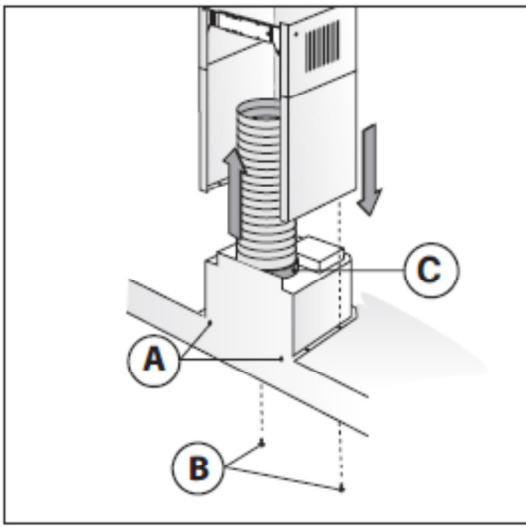

Fig.4
Conseguida a regulagem, fixar a campânula definitivamente mediante os 2 parafusos **A** (Fig.4).
Se o aparelho se destinar a instalação em versão aspirante ou em versão com motor exterior, preparar o furo de evacuação de ar. Regular o comprimento do estribo de apoio da junção superior (Fig.3). Em seguida, fixá-la ao teto de modo a ficar em simetria com a campânula mediante os parafusos **A** (Fig.3) e respeitando a distância ao teto indicada na Fig.2. Ligar, mediante um tubo de união, a junção **C** ao furo de evacuação de ar (Fig.4).
**B** fornecidos (Fig.4), deslizar a junção superior até ao estribo e fixá-la mediante os parafusos **B** (Fig.3). Para transformar a campânula da versão aspirante para versão filtrante, solicite ao seu revendedor os filtros de carvão ativado e siga as instruções de montagem.